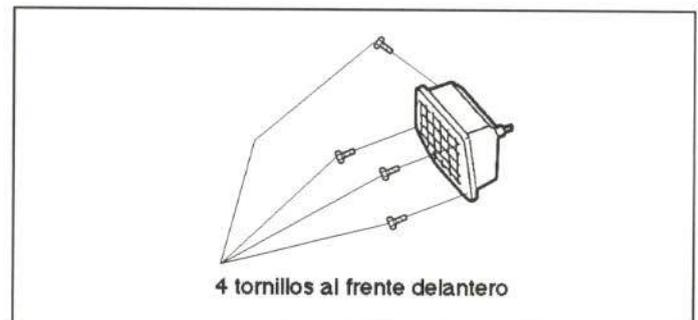

Figura 20.- Fijación del faro
El faro delantero va fijado mediante tornillos. En la figura 20 se muestra el número y distribución de los mismos.
- Faros delanteros (figura 20).